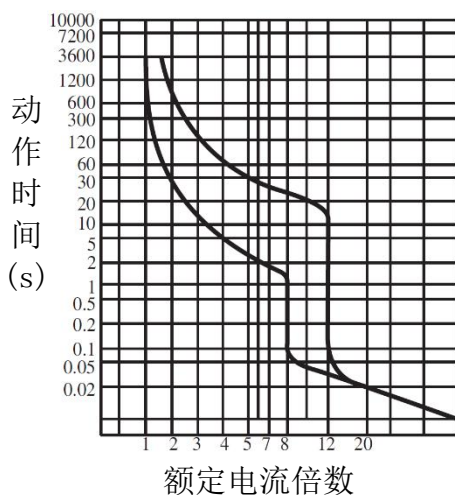
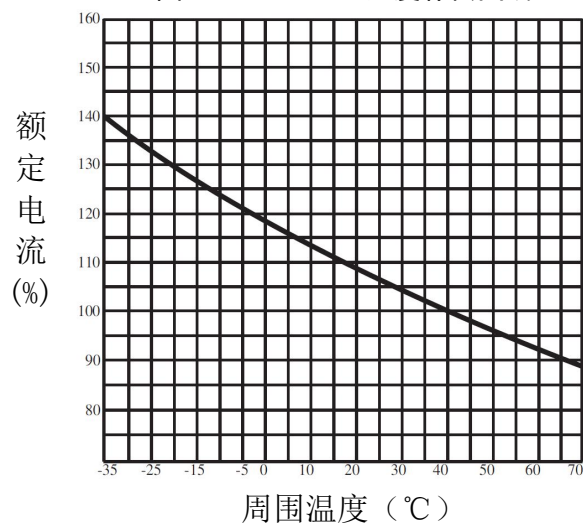

图 1 HYM3-63 动作特性曲线
图 14 HYM3-800 温度补偿曲线
4.3 断路器反时限特性曲线及其温度校正曲线见图 1~图 14